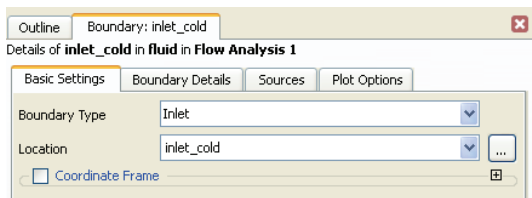

图 24-10 冷水入口端设置
1) 在工具栏上单击 **Boundary** 按钮，然后选择 **in Fluid**，在弹出的细节窗口中设置 **Boundary Type** 为 **Inlet**，并修改 **Location** 为 **inlet_cold**，如图 24-10 所示。